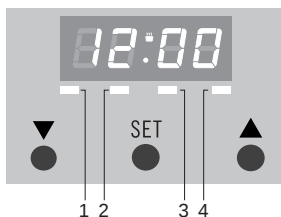

fig. 5
Nadat het apparaat is aangesloten, of als de stroomtoevoer onderbroken is geweest, verschijnt '12.00' in het display. LED 4 knippert (zie fig. 5). De dagtijd is in te stellen.
- Druk op 'SET' totdat LED 1 knippert (zie fig. 5).
LED 1 brandt continu (zie fig. 5).
- Druk op 'SET' totdat LED 2 knippert (zie fig. 5).
- Druk op 'SET' totdat LED 3 knippert (zie fig. 5).
LED's 2 en 3 branden continu (zie fig. 5). De dagtijd wordt weergegeven. De oven geeft een signaal als de ingestelde tijd bereikt is en schakelt automatisch uit.